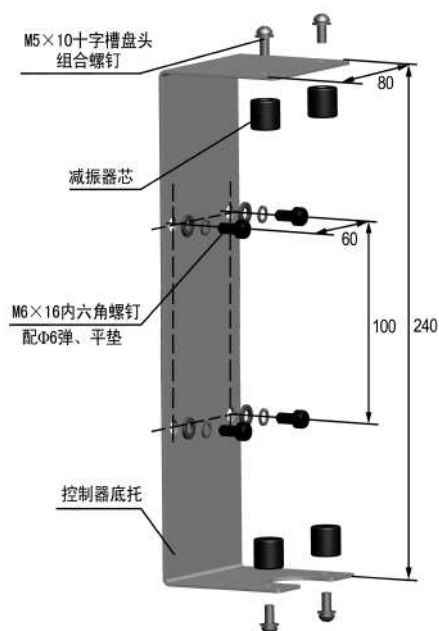

图 2.2 控制器底托
- ①根据控制器的外形尺寸在床壁上选择合适的位置(防止碰撞,便于操作,易于维护)。
- ②根据底托的安装尺寸,如图 2.2 所示,固定好底托。
- ③通过减振器、减振碗把控制器安装在底托上,步骤为: